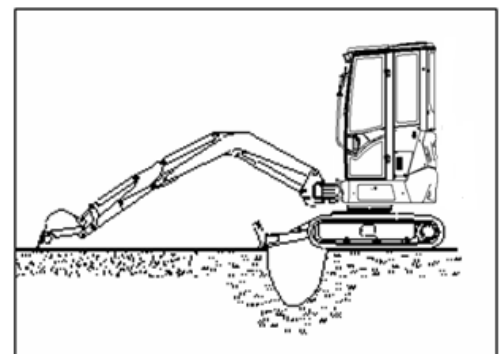

Abb. 3-15
- 6) Wenn der Raupenbagger in Schlamm gerät oder einen kleinen Graben überqueren muss, können der Löffelstiel und der Ausleger zum Überqueren zu Hilfe genommen werden (Abb. 3-15).